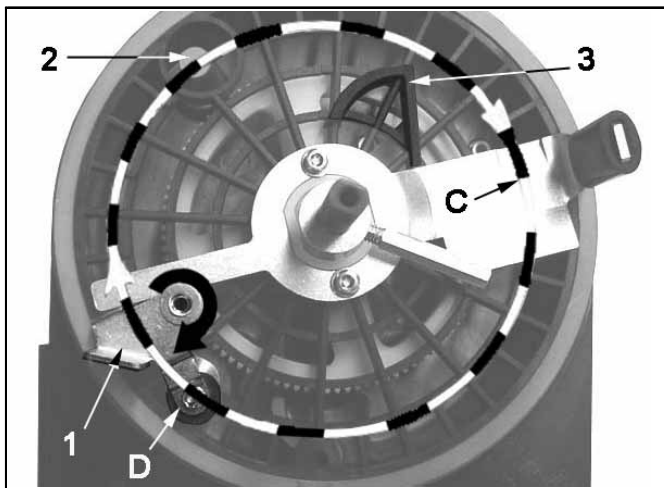

Abb. 8-2 Fortsetzung: Komponenten der Leermelde-Einheit
- Es kann **nicht** zu einer berührungslosen Betätigung des Magnetschalters 2 (Abb. 8-2) kommen.
- Ist kein Gegendruck durch den Schmierstoff vorhanden, bleibt der Rundmagnet 1 (Abb. 8-2) nach dem Überfahren des Steuernockens 3 in der äußeren Umlaufbahn C.
- Das Leitblech mit dem Rundmagneten 1 bleibt ausgelenkt (D).